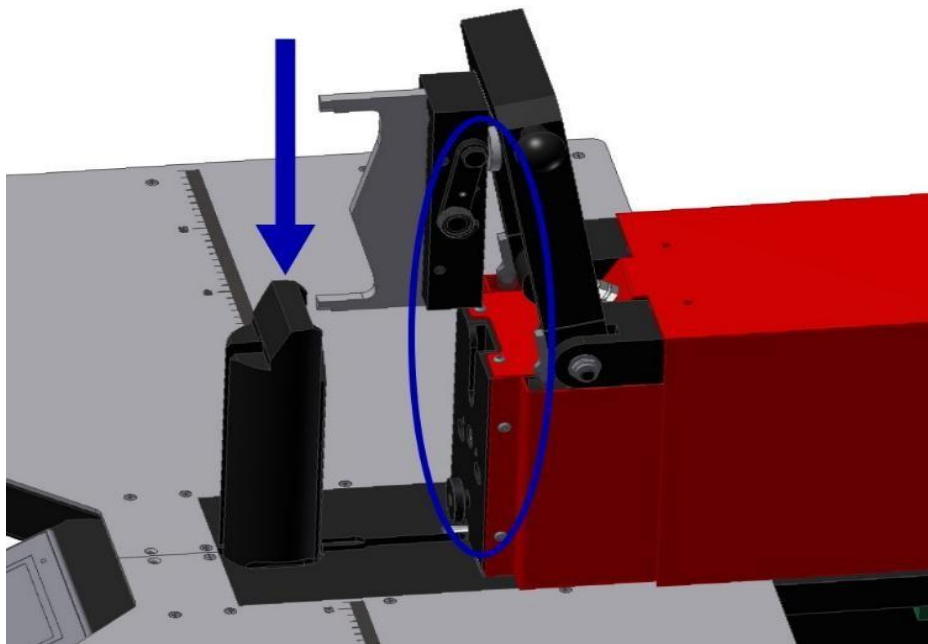
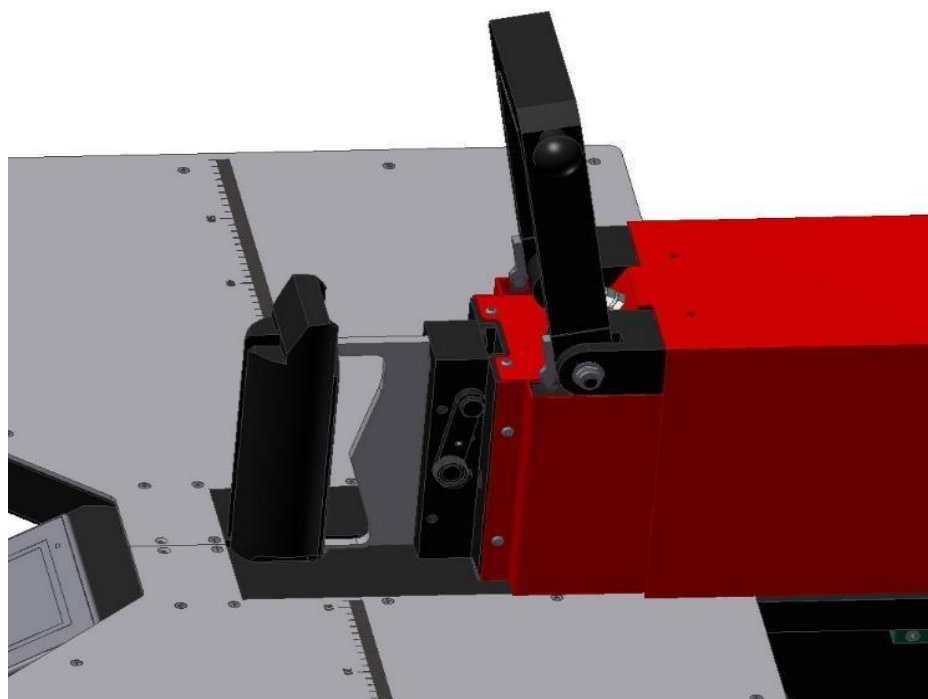

Рис. 37
Рис. 38
- Встановіть ріжучу вставку, використовуючи направляючі елементи (рис. 37) (рис. 38).